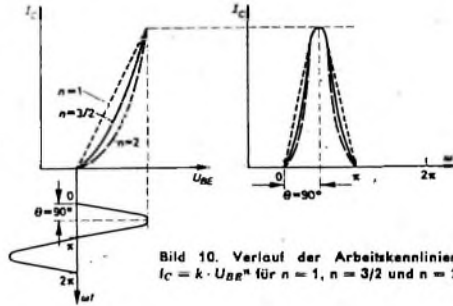

Bild 10. Verlauf der Arbeitskennlinien $I_C = k \cdot U_{BE}^n$ für $n = 1$, $n = 3/2$ und $n = 2$
Über die verschiedenen Arbeitskennlinien gibt Bild 10 Aufschluß. Hier ist der zeitliche Verlauf des Collectorstroms bei einem Stromflußwinkel von $\theta = 90^\circ$ aufgetragen, und zwar für die Kennlinien $I_C = k \cdot U_{BE}^n$ mit $n = 1$, $n = 3/2$ und $n = 2$. Wie man sieht, liegen die Aussteuerungskurven des Collectorstroms nahe beieinander. Ähnlich ist es auch bei den Kurven im Bild 11 (in dem die Beziehungen Gl. (11) bis Gl. (14) für die verschiedenen Arbeitskennlinien ausgewertet sind), so daß sich fast alle praktisch vorkommenden Arbeitskennlinien in diese Gruppen einordnen lassen. Der Gebrauch der Kurven soll im folgenden an einigen Beispielen erläutert werden.